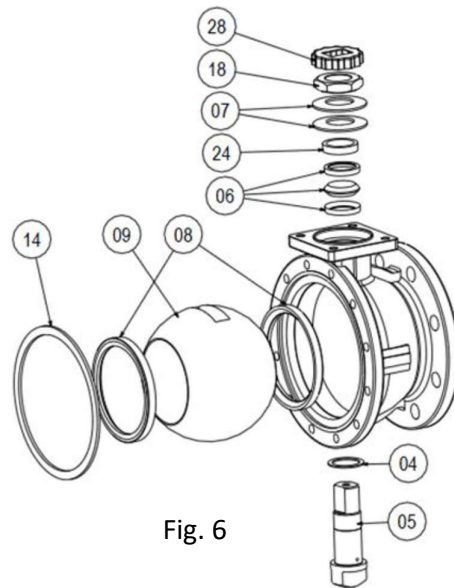

Fig. 6
- 1) Retirer le frein d'écrou (28) et desserrer l'écrou (18) (Fig. 6).
- 2) Dégager les rondelles Belleville (07) ainsi que le fouloir (24).
- 3) Presser la tige (05) vers le bas afin de la faire rentrer dans le corps de vanne.
- 4) Enlever la tige (05) et remplacer la rondelle de friction (04).
- 7) Resserrer l'écrou de presse-étoupe (18) en utilisant le couple de serrage comme indiqué dans la table 1.
- 8) Positionner le frein d'écrou (28). Si le frein ne s'engage pas : resserrer de maximum 20% du couple théorique en engageant le frein. Si non, resserrer de 1/6 de tour maxi jusqu'à engagement du frein.